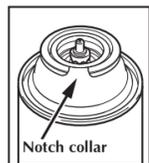

Fig. 5A
- Установите баллон в рабочее положение: расположите баллон прорезью на горловине вверх, совместите прорезью на горловине с указательной пластиной на регуляторе давления (смотрите рис.5A-5B).